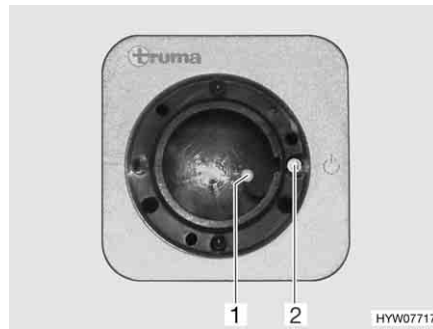
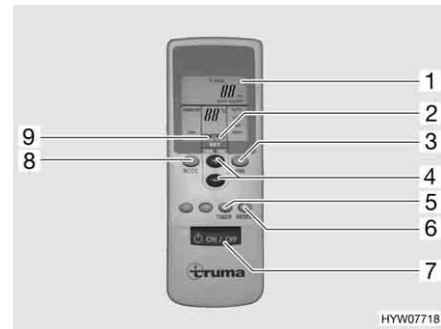

Fig. 138 Ricevitore
Fig. 139 Telecomando
- Accendere il telecomando con l'interruttore (Fig. 139,7). La spia verde di controllo (Fig. 138,1) indica la modalità di raffreddamento.
- Impostare la modalità di funzionamento desiderata con il tasto (Fig. 139,8).
- In caso di necessità, impostare con i tasti (Fig. 139,3 e 4) la potenza della ventola desiderata e la temperatura dell'ambiente. La freccia (Fig. 139,9) indica la modalità di regolazione selezionata.
- ▷ Sul ricevitore si trova un ulteriore interruttore a tasto (Fig. 138,2) con il quale è possibile spegnere e accendere l'impianto di climatizzazione anche senza il telecomando. Quando l'impianto di climatizzazione viene acceso mediante questo interruttore a tasto, viene selezionata automaticamente l'ultima modalità di funzionamento impostata con il telecomando.
- Per spegnere, premere nuovamente il tasto (Fig. 139,7) al telecomando.
- Per programmare l'impianto di climatizzazione, accendere con il tasto (Fig. 139,7) sul telecomando.
- Con i tasti (Fig. 139,8, 3 e 4), impostare la modalità di funzionamento e la temperatura dell'ambiente desiderate.
- Selezionare la funzione desiderata (Fig. 139,1) con il tasto (Fig. 139,5):
- Selezionare il tempo di commutazione desiderato (da 1 a 15 ore) con il tasto (Fig. 139,4). La freccia (Fig. 139,2) lampeggia e indica la modalità di regolazione.
- ▷ Con il tasto (Fig. 139,6) le impostazioni del telecomando vengono ripetutamente inviate al ricevitore.